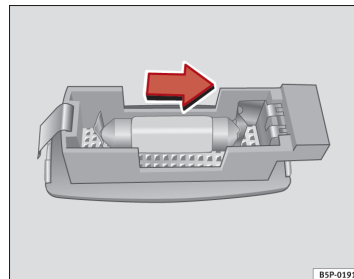

Fig. 179 Afmontering af lampe i solskærm
- Vip forsigtigt lampens glas af ved fordybningen med en skruetrækker som vist på billedet ⇒ Fig. 179.
- Tag pæren ud i pilens retning ⇒ Fig. 179.